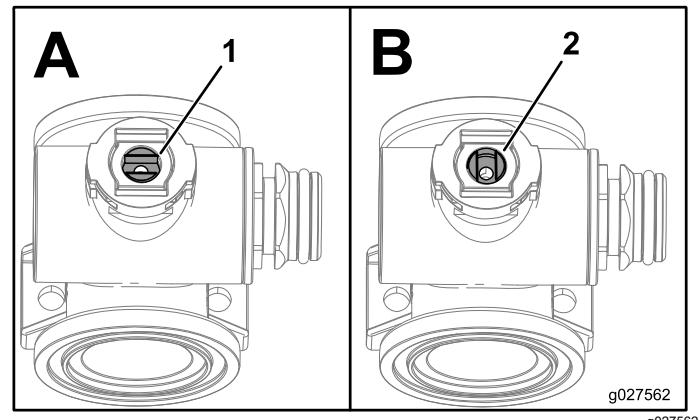

Bild 122
1. Drehen Sie den Ventilschaft so, dass er in der geschlossenen Stellung ist (Bild 122 B).